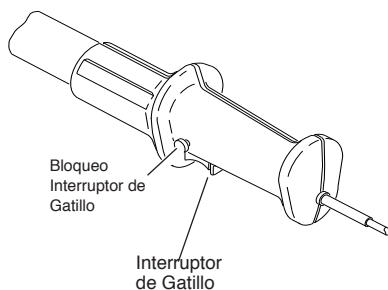

Figura 20 - Mango de la Sierra de Pértiga con el Bloqueo del Interruptor de Gatillo
4. Cuando esté listo para realizar el corte, presione el bloqueo del interruptor de gatillo y accione este interruptor (vea Figura 20). Esto encenderá a la Sierra de Pértiga. Al soltar el interruptor de gatillo se apagará la Sierra de Pértiga. Cerciórese de que la cadena está girando a su máxima velocidad antes de comenzar a cortar.